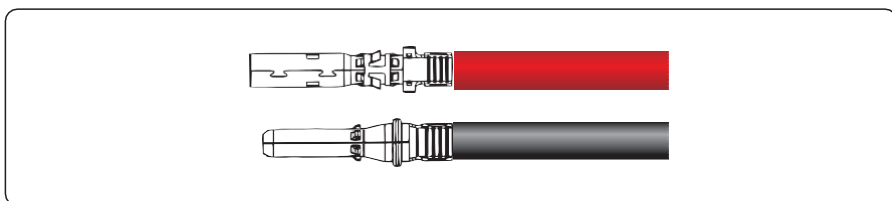

Figura 5.11 Crimpado de un conector metálico
Paso 2 Inserte los tramos pelados de los cables de alimentación positivo y negativo en los terminales metálicos de los conectores positivo y negativo respectivamente y prénselos con una herramienta adecuada, tal como se indica en la figura 5.11.